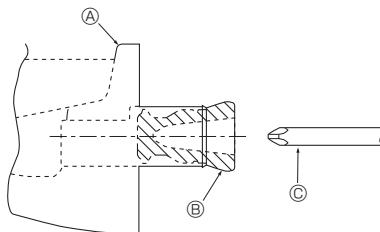

Fig. 5-1
5.1. งานเดินท่อระบายน้ำ (Fig. 5-1)
- ลําหรับท่อด้านซ้าย ตรวจสอบว่าเสียบจุกยางเข้าหากองด้านขวาของช่องท่อระบายน้ำแล้ว (Fig. 5-1)
- ใช้ VP-20 (ห่อ PVC เส้นผ่าศูนย์กลางภายนอก 26 (1)) ลําหรับท่อระบายน้ำ โดยให้ท่อเอียง 1/100 หรือมากกว่า
- (A) งานระบายน้ำ
- (B) จุก
- (C) สอดไขควง ฯลฯ เข้าไปในจุกให้ลึก